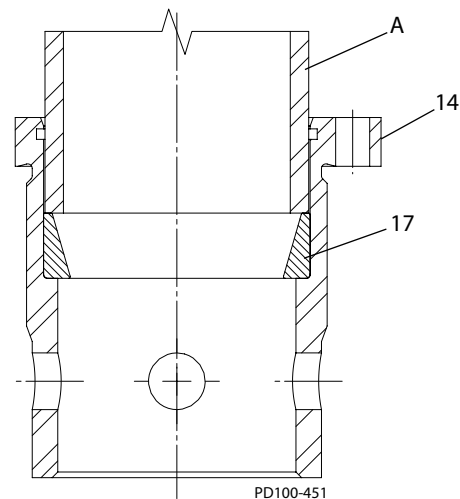

Abb. 46 - Einpressen des Lageraußenrings
1. Pressen Sie den Lageraußenring (Abb. 46, Einzelheit 17) mit einem Einpresswerkzeug (Pos. A) in das Lagergehäuse (Pos. 14).